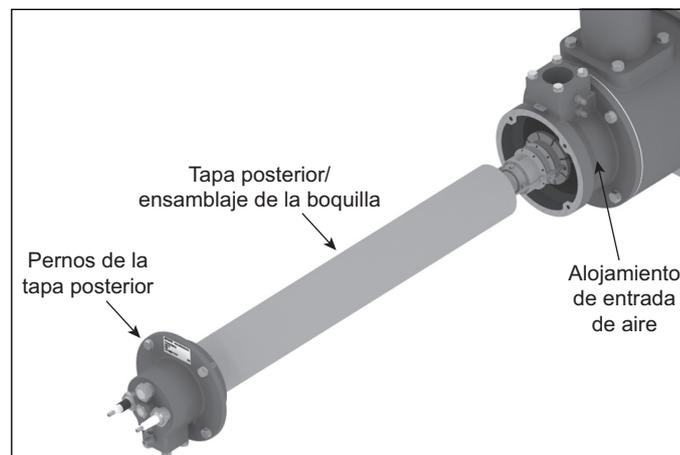

Figura 3.18
4. Deslice la tapa posterior a través del alojamiento de entrada de aire y dentro de la tobera. Véase Figura 3.18.